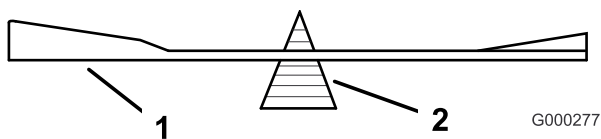
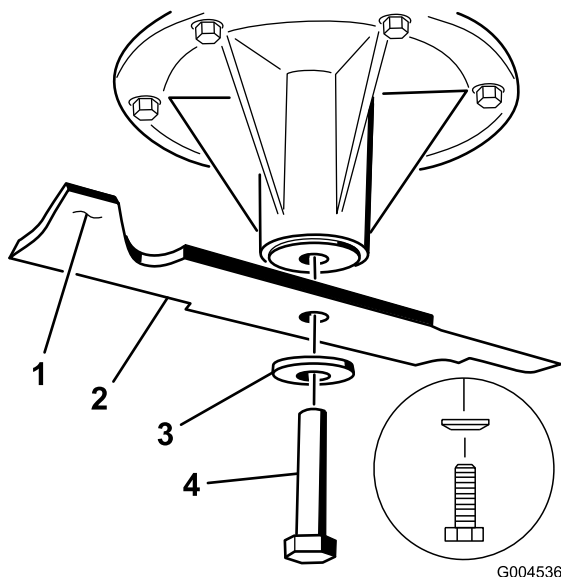

Bild 82
Bild 83
2. Entfernen Sie die Messerschraube, Federscheibe und das Messer von der Spindelwelle (Bild 83).
2. Überprüfen Sie die Auswuchtung des Schnittmessers auf einer Ausgleichmaschine (Bild 82). Wenn das Schnittmesser in seiner horizontalen Position bleibt, ist es ausgewuchtet und kann wiederverwendet werden. Feilen Sie, wenn das Schnittmesser nicht ausgewuchtet ist, vom Flügelbereich des Messers etwas Metall ab (Bild 83). Wiederholen Sie diesen Vorgang, bis das Messer ausgewuchtet ist.
1. Setzen Sie das Messer auf die Spindelwelle (Bild 83).
2. Setzen Sie die Wellenscheibe und die Messerschraube ein. Der Konus der Wellenscheibe muss in Richtung Schraubenkopf zeigen (Bild 83). Ziehen Sie die Messerschraube mit 115 bis 149 Nm an.